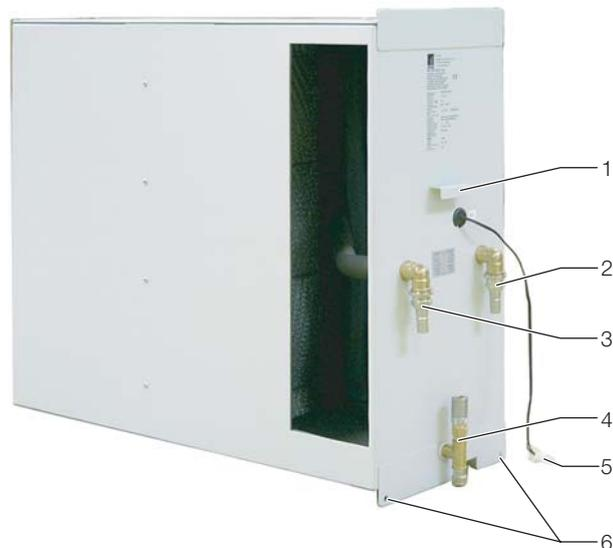

Abb. 1: Wärmetauschermodul eines LCP-Moduls
- Lösen Sie die Schnellkupplungen der Kühlwasserschläuche von den Kühlwasseranschlüssen für Vor- und Rücklauf an der Vorderseite des LCP-Moduls (Abb. 1, Pos. 3 und Pos. 2).
- Lösen Sie die Schnellkupplung des Kondensatablaufs vom unteren Anschluss am Kondensatablauf an der Vorderseite des LCP-Moduls (Abb. 1, Pos. 4). Ziehen Sie dazu den Arretierring (Abb. 3, Pos. 2) am Stecknippel des Kondensatablaufs zurück (Abb. 3, Pfeil), um diesen nach unten abziehen.
- Sind mehrere LCP-Module im Liquid Cooling Package eingebaut, lösen Sie auch die Schnellkupplung des Kondensatablaufs vom oberen Anschluss (Abb. 1, Pos. 4). Ziehen dazu den Arretierring (Abb. 3, Pos. 4) der Kupplungsaufnahme am Kondensatablauf zurück (Abb. 3, Pfeil), um den Stecknippel (Abb. 3, Pos. 3) nach oben abziehen.
- Ziehen Sie den Stecker der Steuerleitung des Temperatursensors (Abb. 1, Pos. 5) ab.
- Lösen Sie die beiden Befestigungsschrauben an der Vorderseite des Wärmetauschermoduls und ziehen Sie das Modul am Handgriff (Abb. 1, Pos. 1) ein Stück aus dem Moduleinschub heraus.
- Ziehen Sie den Erdungsstecker an der Oberseite des Wärmetauschermoduls ab und ziehen Sie das Modul am Handgriff (Abb. 1, Pos. 1) vollständig aus dem Moduleinschub heraus.